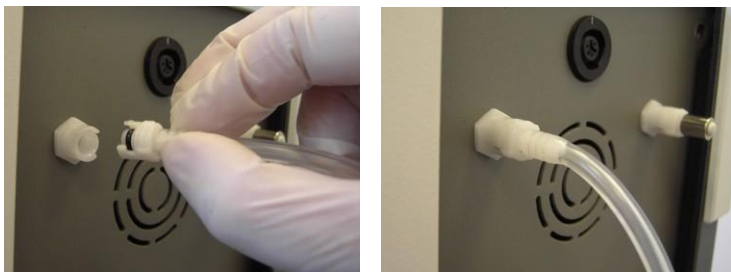

Figura 3-85. Conexión del cierre Luer del tubo de implante al puerto izquierdo de salida de aire del sistema
Para que el sistema funcione correctamente, se debe cubrir cada una de las salidas de aire de la parte trasera del sistema, ya sea mediante algún tubo de una pieza manual de implante correctamente instalado o mediante una tapa de aire de cierre Luer, como se muestra en la Figura 3-85 y la Figura 3-86.
9. Conecte el extremo de cierre Luer del tubo de implante al puerto n.º 1 de salida de aire del sistema, ubicado en el lado izquierdo de la parte trasera del sistema, como se muestra en la Figura 3-85.